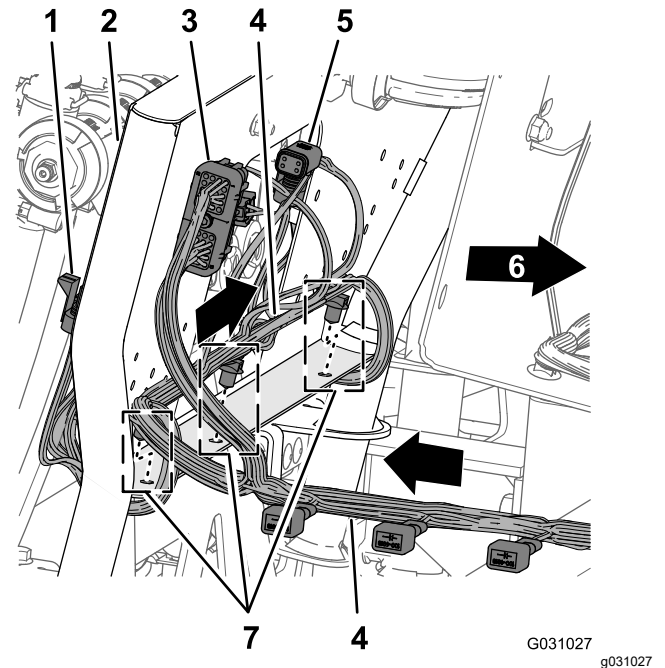

Figure 99
1. Acheminez la branche de 203 cm (80 po) du faisceau en travers de l'arrière du support des 10 vannes, en plaçant les 10 connecteurs des vannes de buse vers l'arrière et sous les vannes (Figure 99).
2. Insérez les fixations enfichables de la branche de 203 cm (80 po) dans les trous de la bride inférieure du support des 10 vannes (Figure 99).